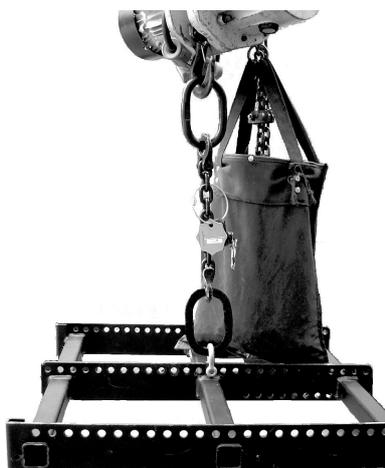
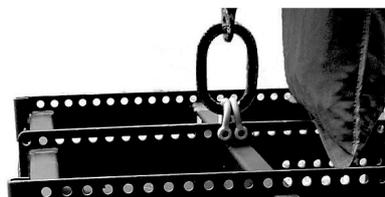
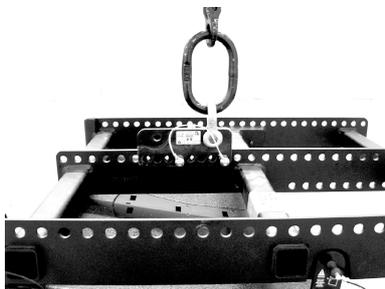

Fig. 5: Assemblage avec le Hoist connector chain
Fig. 6: Valeur moitié (demi trou) en utilisant 2 manilles 1 tonne
Fig. 7: Quart de Valeur (quart de trou) en utilisant le Z5160 Q Load adapter
- Fixer la chaîne de liaison Q-Hoist connector dans le trou adéquat à l'aide d'une manille 1 tonne E6507 (Fig. 5). Si le logiciel de simulation indique une valeur moitié, il faut utiliser deux manilles placées dans les trous adjacents (Fig. 6). Si une valeur de quart est indiquée, le composant Z5160 Q Load adapter doit être utilisé. (Fig. 7). Se référer au Z5160 Q Load adapter manuel.